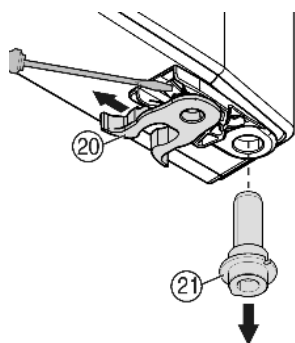

Fig. 9
- ▶ Fjederklemme *Fig. 9 (20)* flyttes: Tappen trykkes ned, fjederklemmen trækkes op over den og fjernes.
- ▶ Træk lejebolten *Fig. 9 (21)* ud af dørens bøsning og sæt den i sammen med skiven på den modsatte side. Tappen skal pege mod dørens inderside, kærven mod ydersiden.
- ▶ Sving døren ind forned og sæt lejebolten *Fig. 9 (21)* ind i lejekonsollen. Drej i givet fald lejebolten, så den kan falde i hak.